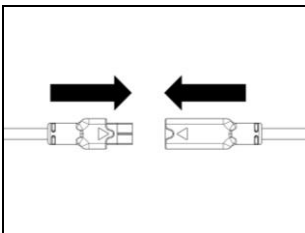

Fig. 9
- Collegare la batteria al cablaggio, seguendo la direzione delle frecce (Fig. 9).